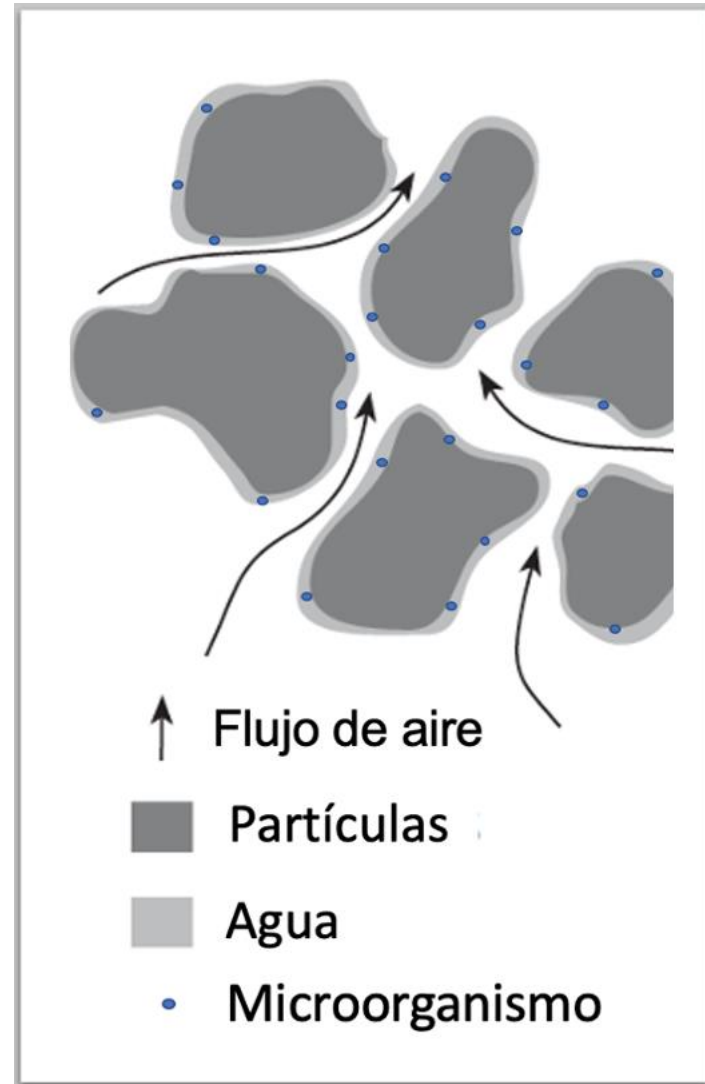

Figura n.5. Película de agua en las partículas orgánicas.
- Los microbios habitan una delgada película líquida en la superficie de las partículas (Figura n.5). Debido a que el coeficiente de difusión del oxígeno a través del agua es significativamente menor que a través del aire, es posible que el oxígeno no llegue a los microbios a la velocidad que exigen, a pesar de que ingresa a la pila a una velocidad suficiente. Mantener una adecuada porosidad llena de aire en las pilas de compostaje es esencial para el compostaje aeróbico.